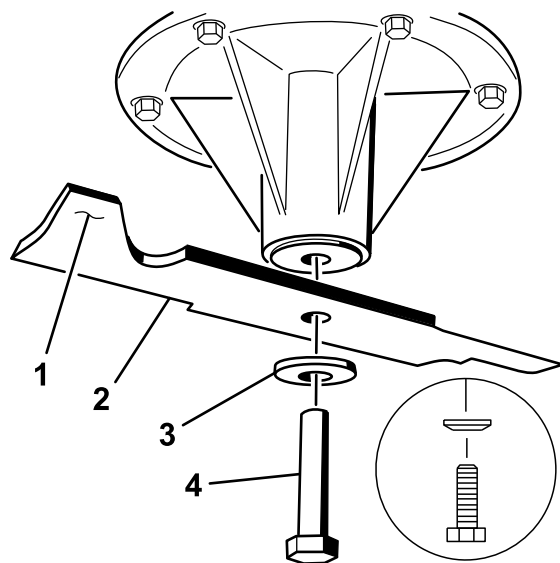

Figura 79
2. Retire del eje el perno de las cuchillas izquierda y central, la arandela curva y la cuchilla (Figura 79).
3. Retire del eje el perno de la cuchilla derecha (perno con rosca a izquierdas), la arandela curva y la cuchilla (Figura 79).
1. Instale las cuchillas izquierda y central, las arandelas curvas y los pernos de las cuchillas en los ejes (Figura 79 y Figura 80).
Nota: Instale la arandela curva con el cono hacia la cabeza del perno (Figura 79).
2. Instale la cuchilla derecha, la arandela curva y el perno de la cuchilla (perno con rosca a izquierdas) en el eje (Figura 79 y Figura 80).